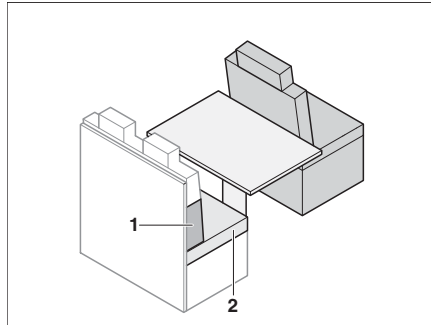

Fig. 168 Avant la transformation
- Retirer le coussin d'assise (Fig. 168,2).
- Placer le coussin de dossier (Fig. 168,1) entre le coussin d'assise et la paroi arrière. Observer la forme deltoïde.